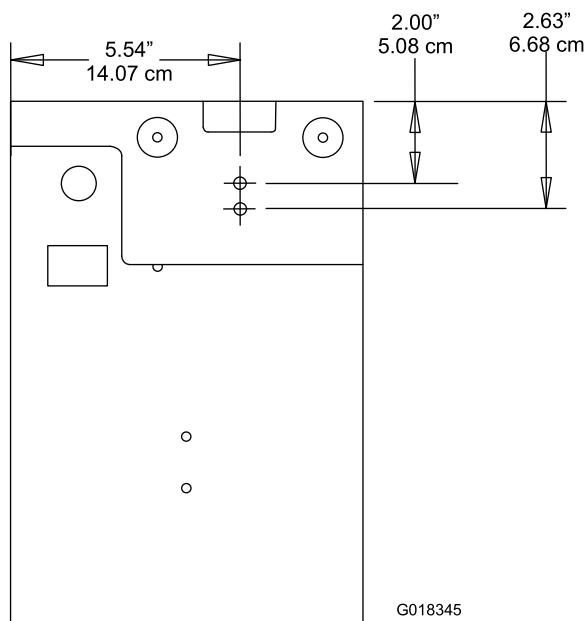

Figura 4
8. Utilizando as dimensões em Figura 4, localize, marque e faça (2) furos de 0,713 cm de diâmetro na estrutura (Figura 4).